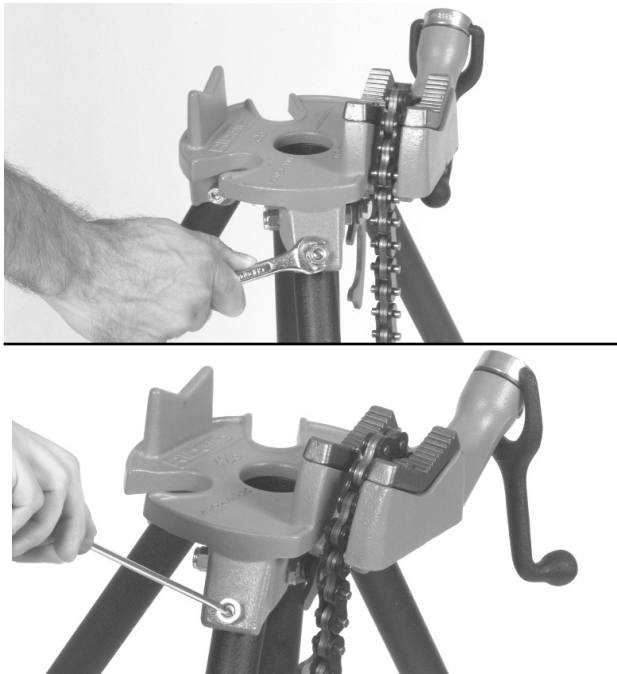

Figure 2 – Réglage de la rigidité des jambages
- Desserrez l'écrou de blocage situé sur le jambage (Figure 2, à gauche de l'étau à chaîne lorsque l'embase est vue de face).